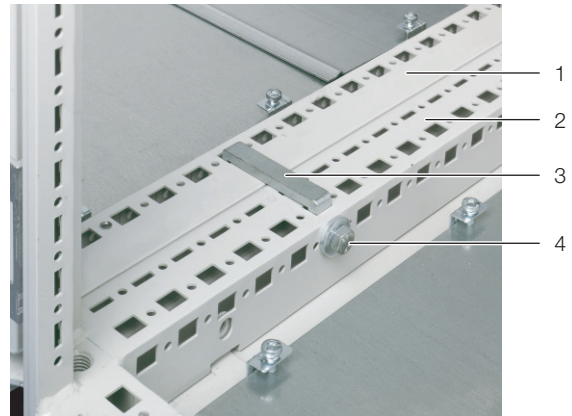

Abb. 15: Anreizzwinge
- Schieben Sie im vorderen Bereich eine Anreizzwinge (Abb. 15, Pos. 3) vom Serverschrank (Abb. 15, Pos. 2) aus durch die entsprechende Ausklinkung in der Seitenwand des LCP DX (Abb. 15, Pos. 1).
- Schrauben Sie die Anreizzwinge vom Serverschrank aus fest (Abb. 15, Pos. 4), so dass die Rahmen von Serverschrank und LCP DX fest miteinander verbunden sind.